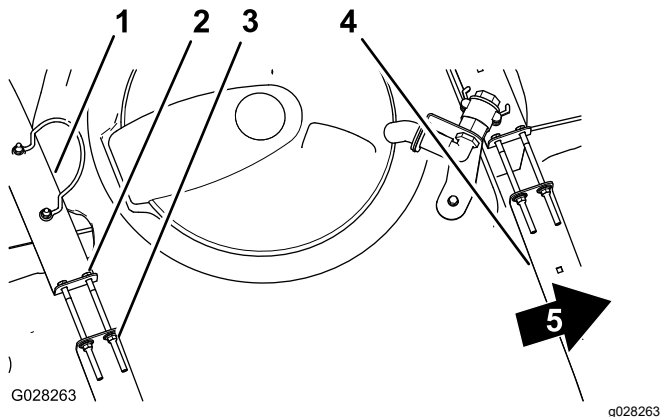

図 28
2. タンクとタンク固定ベルトとの間に、たるみができていないか点検する 図 28。
3. ベルトにゆるみがある場合には、ベルトの上部にあるフランジロックナットとボルトを締めてベルトとタンクとが面一になるようにする 図 28。